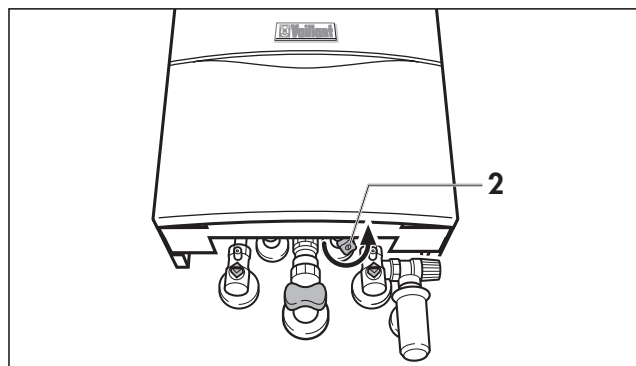

Fig. 2.2 Închiderea robinetului de alimentare cu apă rece
În cazul eventualelor neetanșeități în zona conductei de apă caldă menajeră dintre aparat și punctele de consum, închideți imediat robinetul de alimentare cu apă rece (2) de la aparat (fig. 2.2) și solicitați remediarea defecțiunii de către atelierul de specialitate.